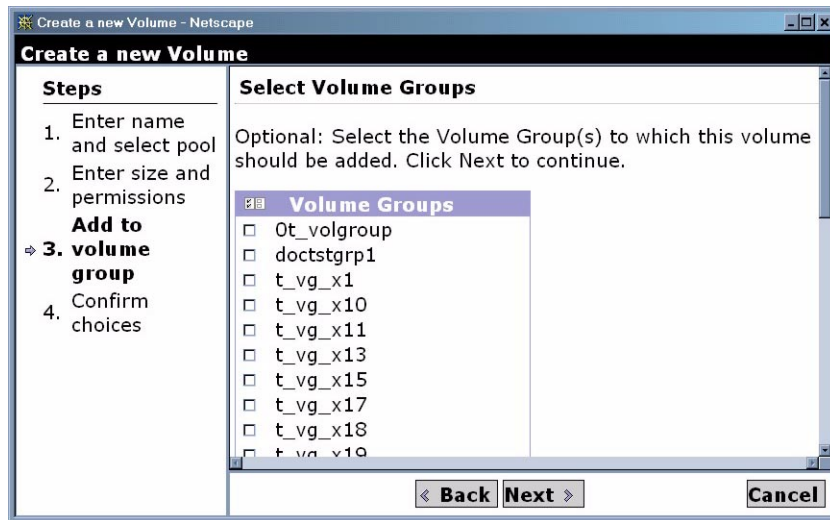

図 6-23 ボリュームの新規作成ウィザード - 「ボリュームグループの選択」 ページ
12. 「次へ」をクリックして、ボリュームの追加先のボリュームグループを選択します (図 6-23を参照)。